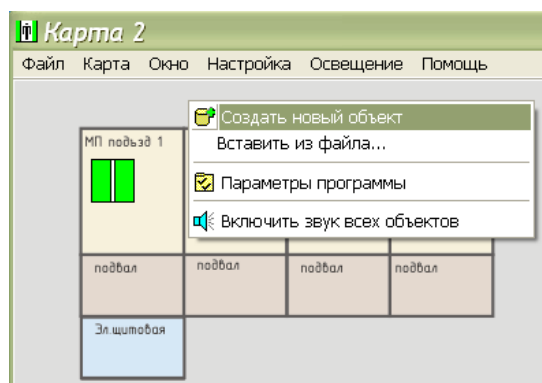

Рисунок 23
1) Создать на карте лифтов объект «Параметр лифта». В контекстном меню выбрать пункт «Создать новый объект» (рисунок 23). ,